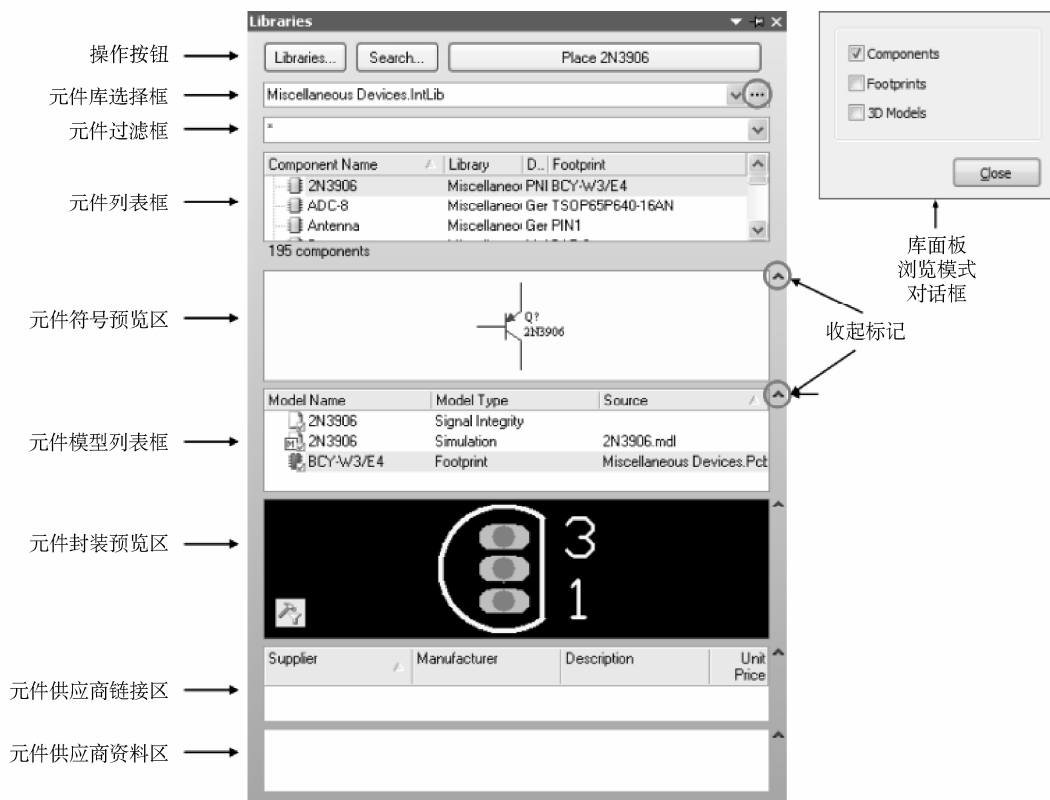

图 4-4 Libraries (库) 面板
窗口右下方面板标签栏中单击 System 面板标签，在弹出的菜单中选择 Libraries 命令，打开库面板，如图 4-4 所示。
2) 元件库选择框：显示当前元件库，也可以单击选择框右边的下三角箭头，弹出库列表，其中包含当前系统中已安装的库、当前工程中打开的库以及在指定目录下搜索到的库，可从中选择新的当前元件库。单击元件库选择框右边的“...”，弹出库面板浏览模式对话框，如图 4-4 所示。